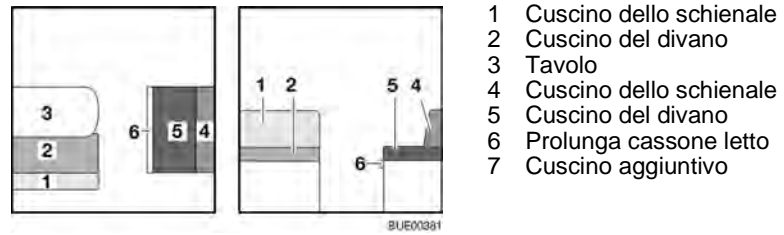

Fig. 111 Prima della trasformazione
- Trasformare il tavolo (Fig. 111,3) in struttura di supporto letto (vedi paragrafo 6.10).
- Riporre il cuscino dello schienale (Fig. 111,1).